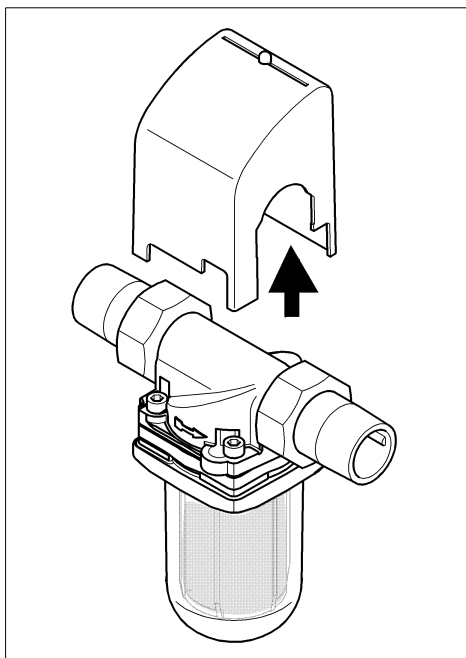

Abb. 3:
- 2 Flanschabdeckung nach oben abnehmen (Abb. 3).